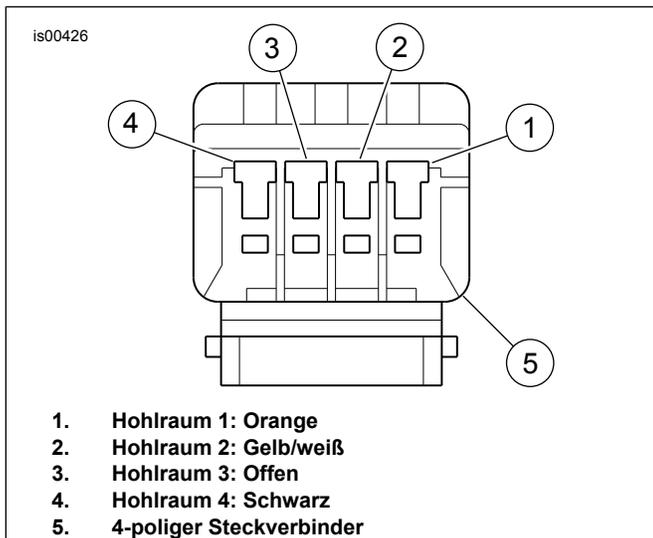
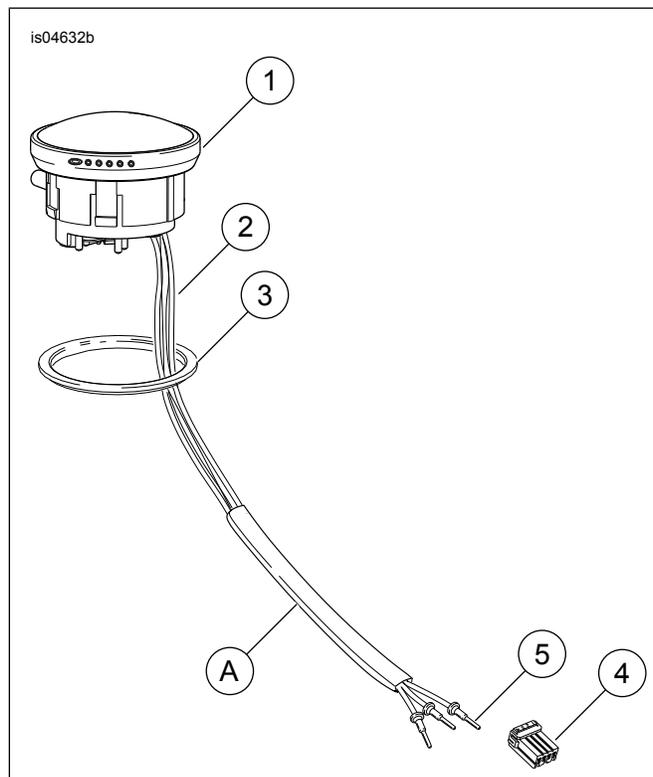

Abbildung 2. 4-poliger Steckverbinder (Ansicht vom Kabelende aus)
Abbildung 3. Ersatzteile: LED-Kraftstoffstandanzeigen-Satz
Siehe Abbildung 3 und Tabelle 1.
2. Siehe Abbildung 3. Auf den Pin an der Buchsenkontaktseite des Steckverbinders drücken, und Pin- und Buchsenhälften auseinanderziehen.
4. Siehe Abbildung 3. Die Kraftstoffstandanzeige ausbauen, indem sie fest angefasst und behutsam so weit nach oben gezogen wird (NICHT verdrehen), bis sie sich aus dem Kraftstofftank herausbewegt. **Vergaser-Modelle:** Die beiden Steckverbinder des Kraftstoffstandgebers abklemmen. Den Kabelkanal und die zwei Kabel nach oben durch das Rohr führen und gleichzeitig die Anzeige entfernen. Die Kraftstoffstandanzeige entfernen und entsorgen. **Modelle mit Kraftstoffeinspritzung:** Den Kabelkanal und die drei Kabel nach oben durch das Rohr führen und gleichzeitig die Anzeige entfernen.
2. Siehe Abbildung 3. Die neue Dichtung (3) aus dem Satz an der LED-Kraftstoffstandanzeige (1) befestigen. Die Dichtung so einbauen, dass die flache Seite die Kante der Anzeige berührt.
- Die Kraftstoffstandanzeige vorsichtig absenken und gleichzeitig den Kabelbaum (2) nach unten in das Ablassrohr einführen, bis die drei kurzen Kabel (orange, schwarz, gelb/weiß) durch das Loch an der Kraftstofftankunterseite heraustreten. Vorsichtig an den Kabeln ziehen (um sie zu straffen), während die Kraftstoffstandanzeige am Kraftstofftank eingebaut wird. Die Anzeige während des Einbaus nicht verdrehen. Die Anzeige festhalten und nach unten drücken, bis sie einrastet.
- Siehe Abbildung 2. Drei Kabel (1, 2 und 4) in die richtigen Messbuchsen des 4-poligen Steckverbinders aus dem Satz einbauen. Siehe Abschnitt AMP MULTILOCK-STECKVERBINDER, BUCHSEN-/PINKONTAKTE EINBAUEN im Werkstatthandbuch.